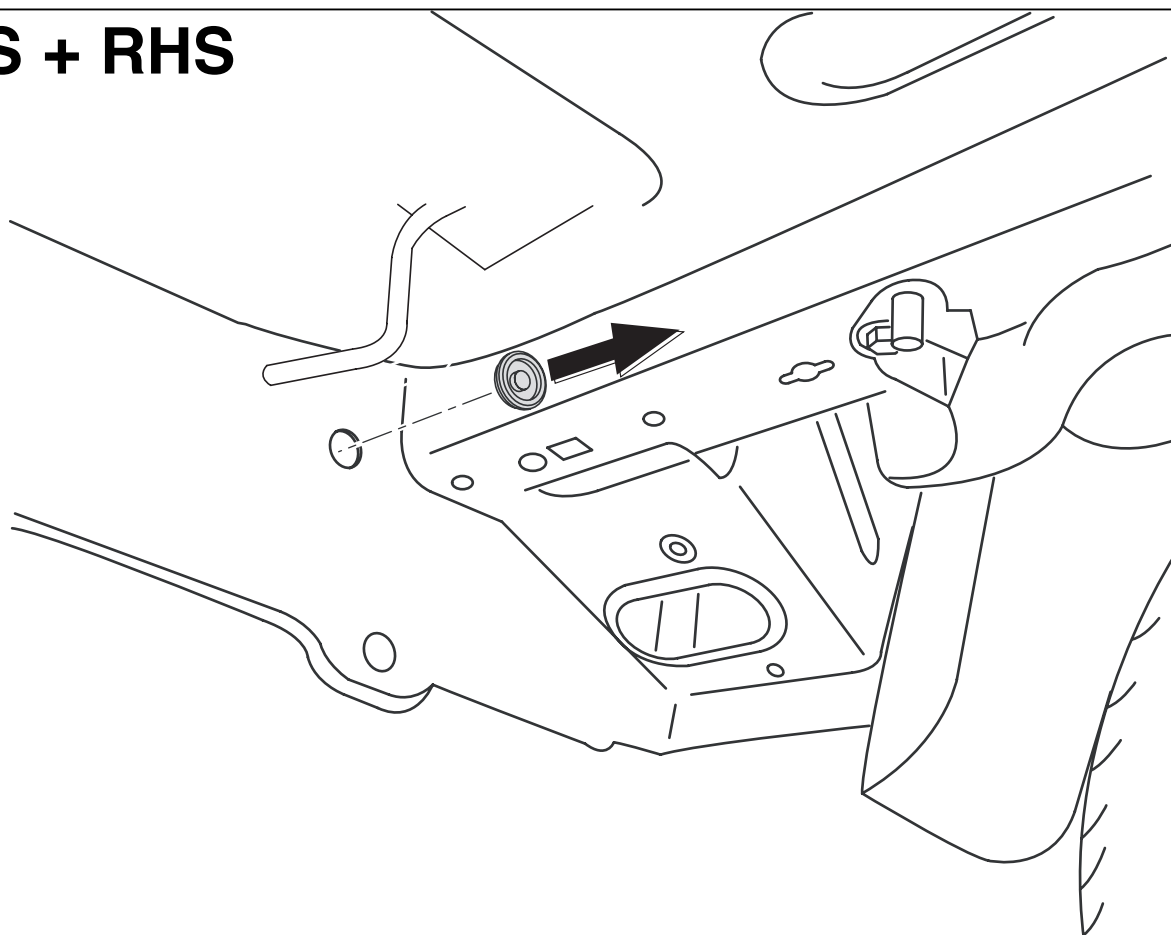

Fig.1
2. Bei den angegebenen Punkten die Gummikappen entfernen (siehe Abb. 1).
2. Enlever les bouchons en caoutchouc à l'emplacement des points indiqués (voir la fig. 1).
2. Avlägsna gummikåporna vid de markerade punkterna (se fig. 1).
2. Fjern gummikapslerne ved de markerede punkter (jævnfør fig. 1).
2. Удалить резиновые пробки в указанных точках (см. рис. 1).
2. Retirar a la altura de los puntos indicados los tapones de goma (véase la fig. 1).
2. Rimuovere i tappi in gomma dai punti indicati (vedi fig. 1).
2. W oznaczonych miejscach usunąć gumowe nakładki (patrz rys. 1).